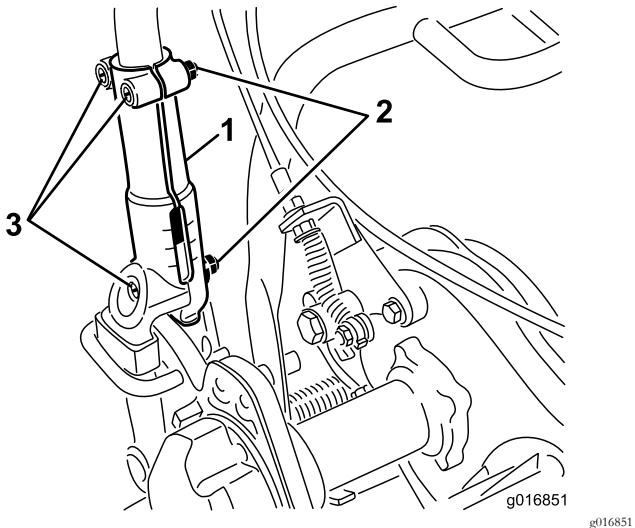

Figura 31
1. Allentate i 3 bulloni a testa tonda e i dadi che fissano ogni lato della stegola ai relativi morsetti (Figura 31).